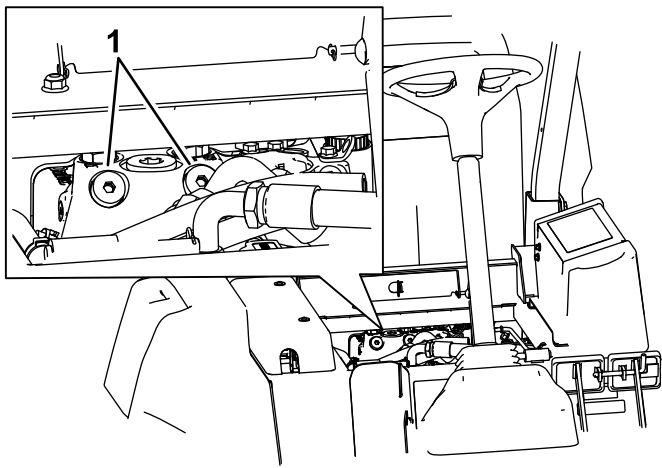

Figura 37
1. Levante el asiento y localice las válvulas de desvío, que están situadas debajo de la parte delantera del depósito de combustible (Figura 37).